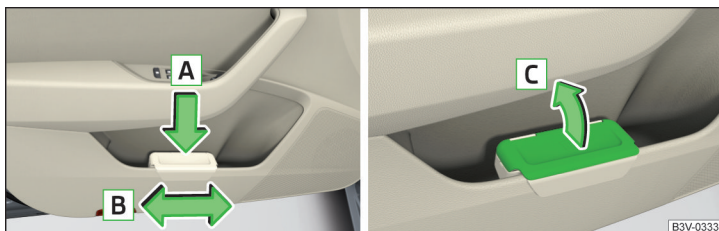

Fig. 87 Recipientul pentru reziduuri: introducerea sau deplasarea/deschiderea
- Apăsăți recipientul pentru reziduuri în partea din spate în sensul săgeții **A** » fig. 87.
- Scoateți recipientul pentru reziduuri în sens contrar săgeții **A** » fig. 87.
- Ridicați capacul în sensul săgeții **C** » fig. 87.